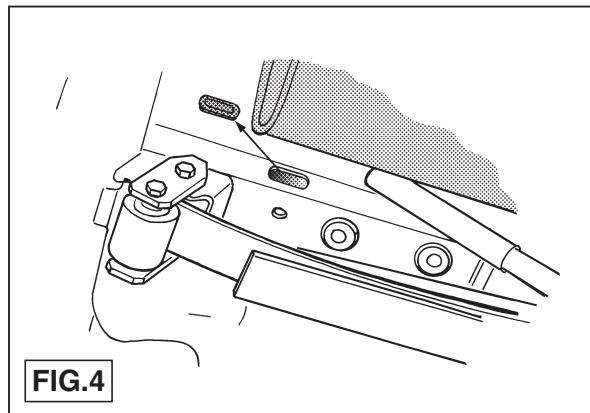
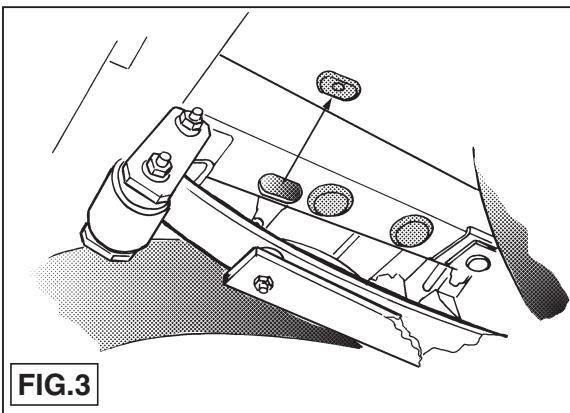

FIG.4
FIG.3
3. Oter les bouchons en caoutchouc en-dessous du châssis droit et sur la partie latérale du châssis gauche conformément aux fig.3 et 4. Positionner l'attache-remorque et la fixer provisoirement à l'emplacement des points A à l'aide deux boulons M12x1.5x40.
3. Ta bort gummipropparna från det högra chassits undersida och det vänstra chassits sida. Se fig. 3 och fig. 4. Placera dragkroken och fäst denna tillfälligtvis på punkterna A med två skruvarna M12x1.5x40.
3. Fjern tectylpropperne fra undersiden af den venstre vange og fra siden af den venstre vange ifølge fig.3 og fig.4. Anbring anhængertrækket og monter det midlertidigt i punkterne A med to bolte M12x1.5x40.